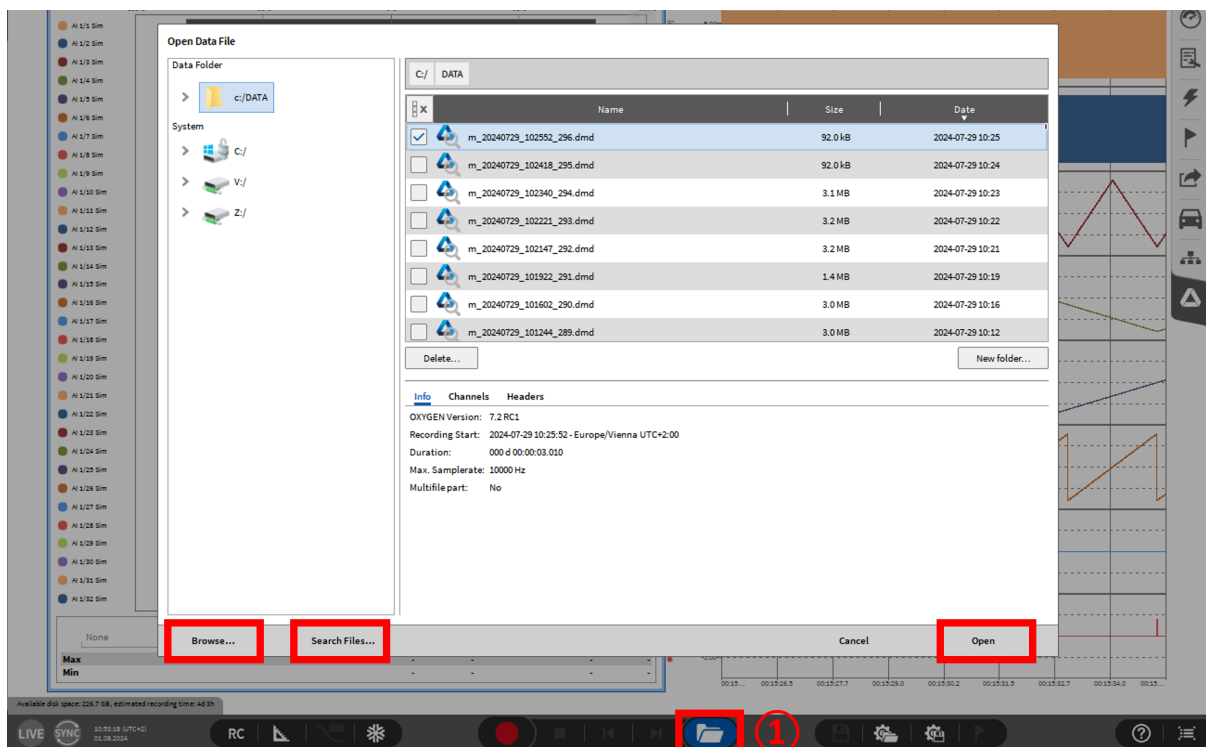

Abb. 3.15: Öffnen einer Messdatei
1. Tippen oder linksklicken Sie auf das Ordner-Symbol in der Aktionsleiste (siehe ① in Abb. 3.15 oder ⑫ in Abb. 3.5).
- Drücken Sie *Öffnen*, um die Messdatei zu öffnen (siehe Abb. 3.15).